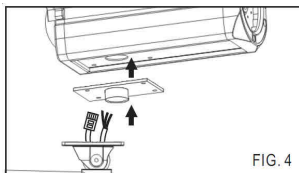

FIG. 4
3. 將電源線、RJ-45 網路線先穿過腳架橡膠，再穿入攝影機主體的底部 (FIG.4)，電源線插入電源端子並鎖緊，RJ-45 網路線插入 RJ-45 網路接頭 (FIG.5).